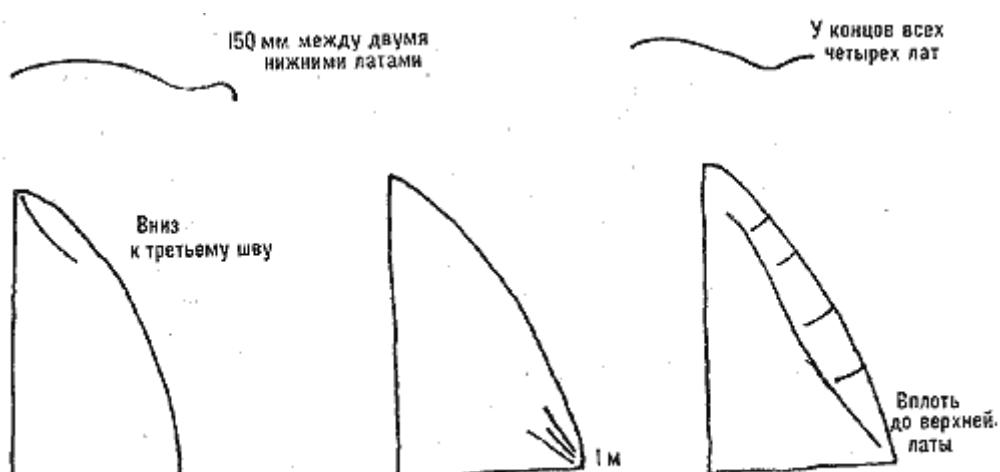

Рис. 28. Образцы эскизов, на которых отмечены обнаруженные в плавании дефекты паруса
Не полагайтесь на свою память — при проверке парусов на ходу делайте как можно больше записей и эскизов. Кроме того, прямо на парусе карандашом отмечайте места, где обнаружили дефекты. Места дефектов, до которых вы не можете дотянуться карандашом, отмечайте на эскизе и записывайте их положение относительно какого-либо шва или другой приметной точки на парусе (рис. 28).
**Эскизы.** Делайте эскизы с замерами на плаву (примерно так, как показано на рис. 28). Отметьте ветер и запишите вспомогательную информацию: например, состояние моря, проводку и степень натяжения шкотов и т. д.